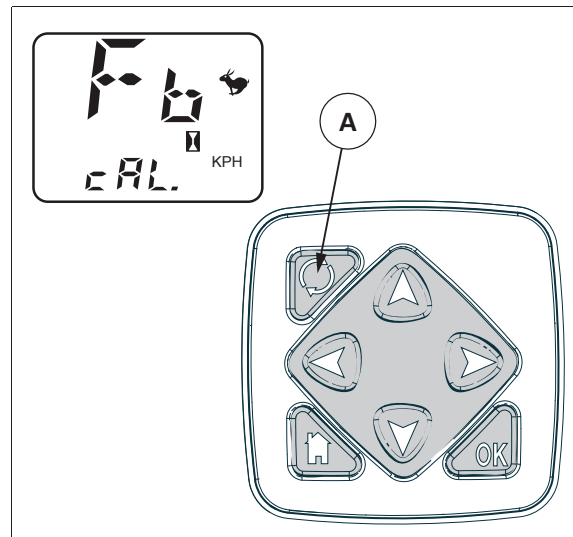

Fig. 12.
3. "CAL" debe aparecer en la pantalla *fig. 12*.